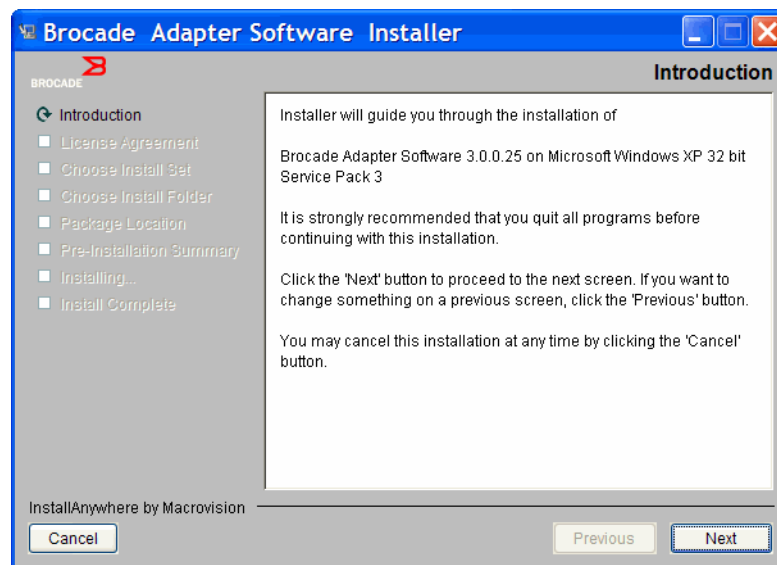

FIGURA 11 Tela de introdução do Brocade Adapter Installer
- Quando estiver no Brocade Software Installer e a tela **Introduction** (Introdução) for mostrada (Figura 11), leia as recomendações e instruções e depois clique em **Next** (Avançar).